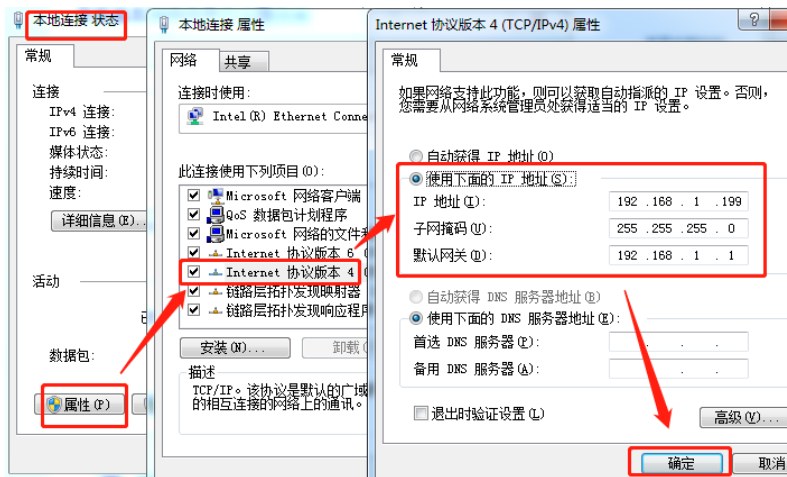

图 2.1.1 电脑 IP 设置
(1) 电脑与控制器连接，确认网络物理连接完好，电脑的 IP 设置如图 2.1.1 所示，设置的 IP 与控制器同一网段即可，一般设置前半部分相同，即 192.168.1.*两者相同（控制器默认 IP 为 192.168.1.110）